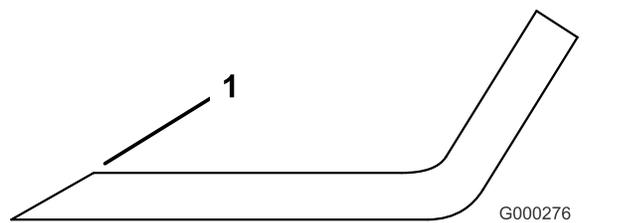

Рисунок 90
3. Проверьте режущие кромки всех ножей и заточите их, если они затупились или имеют зазубрины (Рисунок 90).
**Примечание:** Чтобы ножи всегда оставались острыми, затачивайте только верхнюю сторону режущей кромки и сохраняйте первоначальный угол заточки (Рисунок 90). Балансировка ножа не нарушается, если с обеих режущих кромок удаляется одинаковое количество материала.